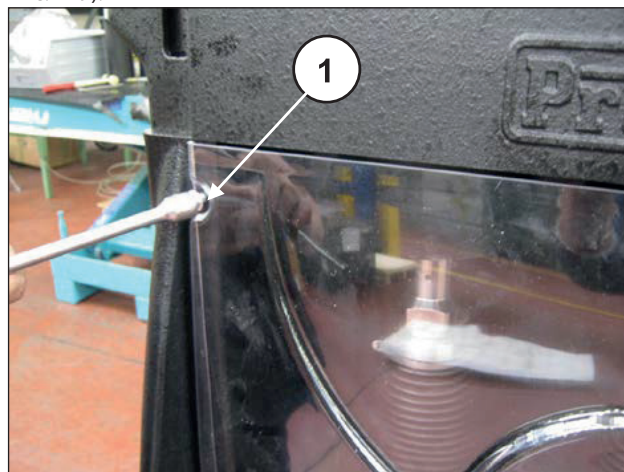
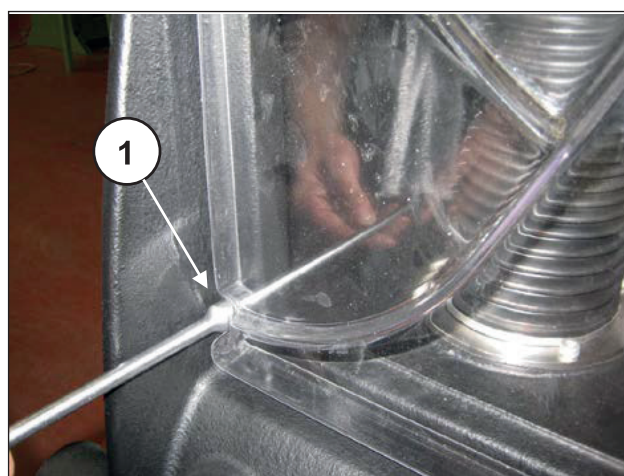

Рис. 218
Рис. 219
Установите на место смотровую крышку, осторожно закрутив 4 винта М6 для ее закрепления (поз. ①, Рис. 218 и Рис. 219).